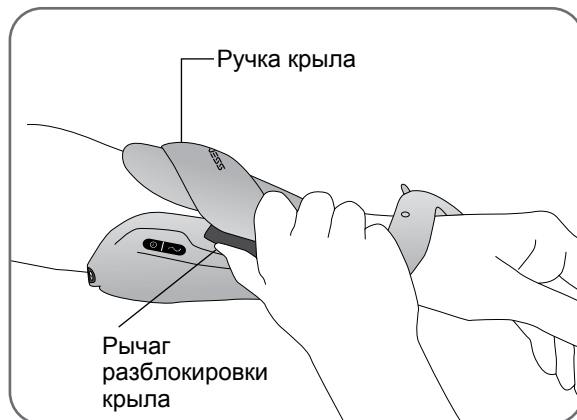

Рисунок 10-2. Откидывание крыла для разгибателей
3. Сожмите вместе рычаг разблокировки и ручку крыла для разгибателей и откиньте крыло. См. рисунок 10-2.